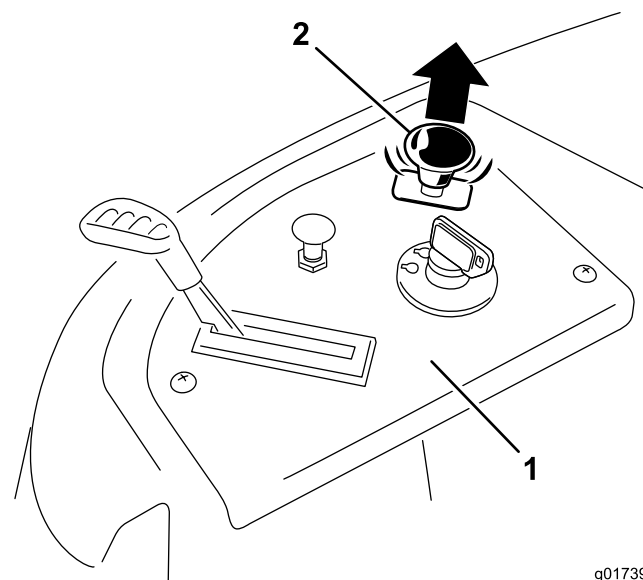

Figure 16
- Tirez sur la commande des lames pour la placer en position engagée et engager les lames (Figure 16).